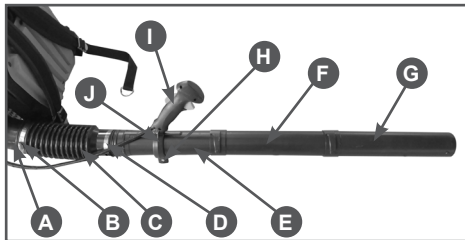

Рис. 2 Последовательность сборки
Произведите сборку в следующем порядке (Рис. 2):
1. Наденьте на оба конца гибкой трубы С червячные хомуты В и D и наденьте гибкую трубу на выходной патрубок А корпуса воздуходувного устройства (Рис. 2). Затяните хомут В.
2. Наденьте рукоятку управления I на трубу Е (Рис. 2). При необходимости, ослабьте затяжку гайки Н хомута J крепления рукоятки управления. Для исключения проворачивая винта воспользуйтесь ключом шестигранным 4 мм из комплекта поставки устройства.
3. Вставьте трубу напорную Е с установленной на ней рукояткой управления в гибкую трубу С (Рис. 2). Затяните хомут D.
- зами в трубе F. Нажмите на трубу F в сторону трубы E до упора и поверните трубу F против часовой стрелки (если смотреть со стороны двигателя) до плотной её фиксации (Рис. 2).
5. Точно также в соответствии с пунктом 4, установите трубу G на трубу F (Рис. 2).